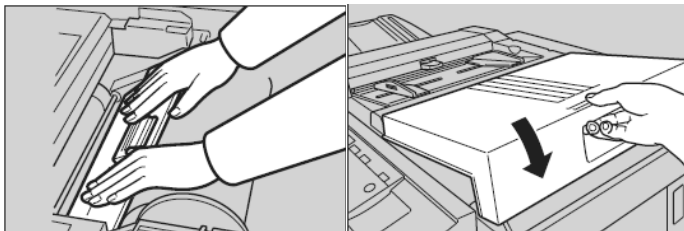

图 5-28 关闭版纸器盖
- ④ 用双手关闭版纸器盖，直到卡到位为止，并关上右侧盖，如图 5-28 所示。